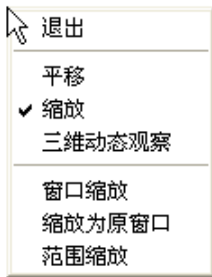

图 1-37 显示快捷菜单
- “实时”：利用定点设备（如鼠标），在逻辑范围内交互缩放。选择该子命令时，系统出现“按〈Esc〉或〈Enter〉键退出，或单击鼠标右键显示快捷菜单”的提示信息，同时光标变为带有加号（+）和减号（-）的放大镜。使用“实时”选项可以通过向上或向下移动鼠标等定点设备进行动态缩放；单击鼠标右键可以显示包含其他视图选项的快捷菜单，如图 1-37 所示。